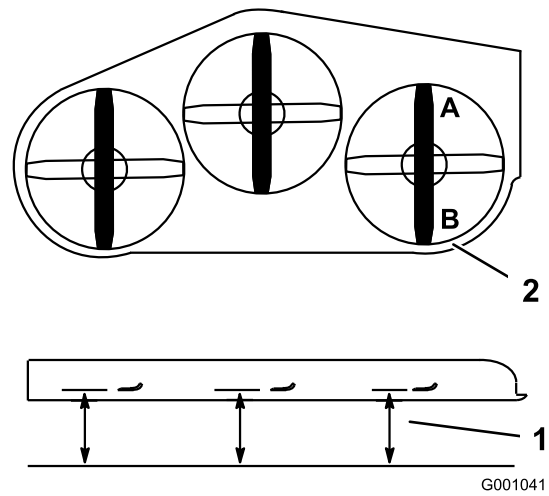

Figure 81
2. Tournez 1 lame dans le sens longitudinal. Aux points **A** et **B**, mesurez l'écart entre une surface plane et le tranchant de la pointe des lames (Figure 81).